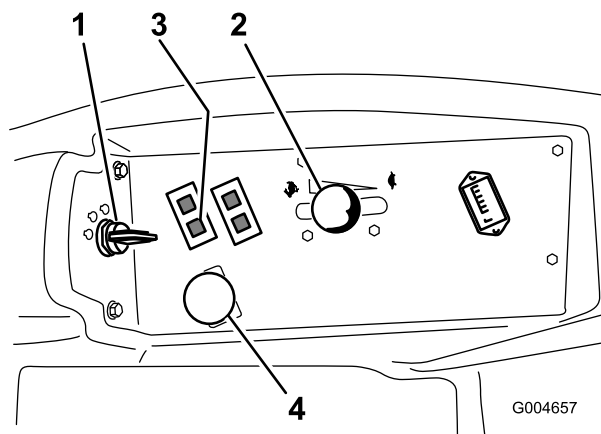

Рисунок 15
5. Сдвиньте рычаг дроссельной заслонки в среднее положение между Slow («Медленно») и Fast («Быстро») (Рисунок 15).
4. Переведите выключатель механизма отбора мощности в положение «Выкл.» (Рисунок 15).